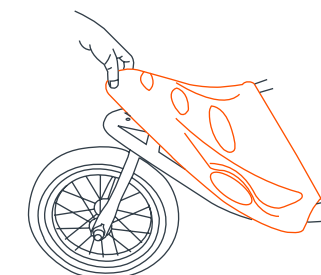

Fig. 7c
- Alinee el guardabarros delantero y presiónelo en el armazón delantero (Fig. 7c).